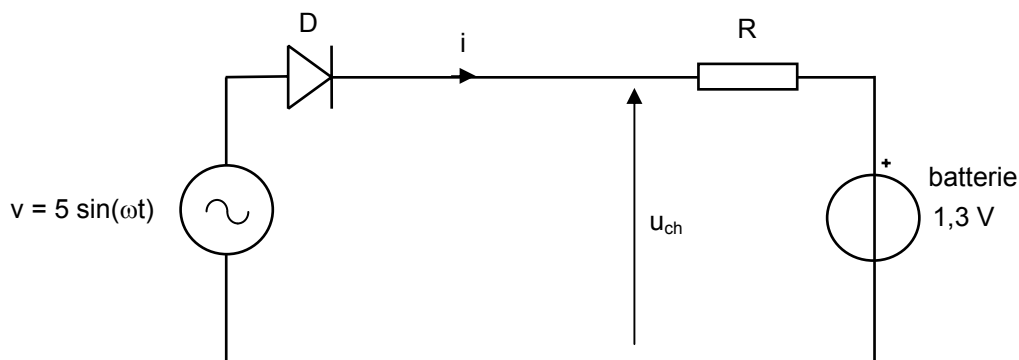

Figure 53
10. La Figure 53 représente un chargeur de batterie :